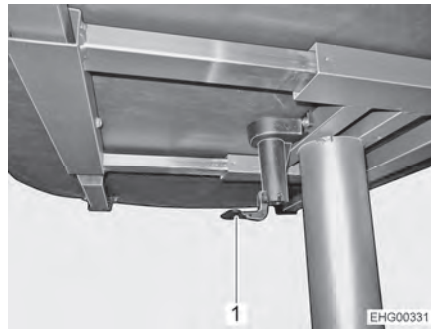

Fig. 58 Mesa elevadora
- Plegar la palanca del bloqueo central de la mesa (Fig. 58,1) hacia abajo.